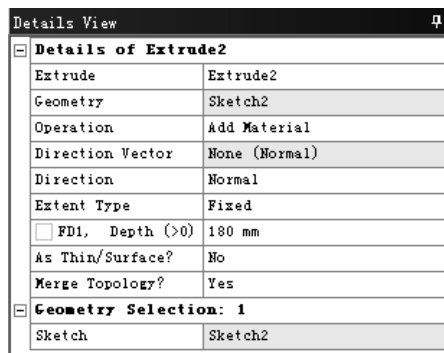

图 3.13.7 “Details View”对话框
(2) 在工具条中单击  **Extrude** 按钮，弹出图 3.13.7 所示的“Details View”对话框，使用草图 2 作为截面，在 **Operation** 下拉列表中选择 **Add Material** 选项，在 **FD1, Depth (>0)** 文本框中输入数值 180，其他采用系统默认设置值。单击工具条中的  **Generate** 按钮，完成拉伸特征 2 的创建。